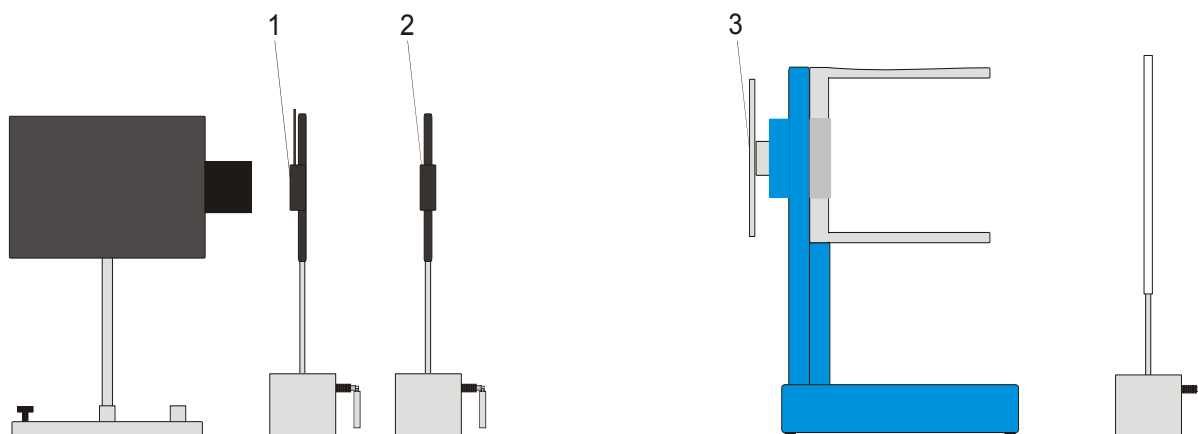

Fig. 1 Versuchsaufbau, 1 Lochblende, 2 Linse, 3 Kreuzgitter
- Versuchsaufbau gemäß Fig. 1.